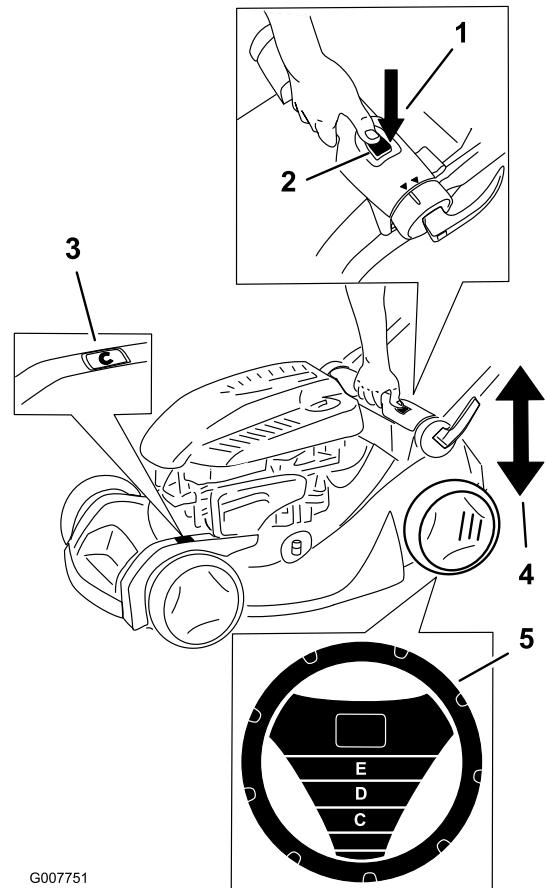

Figura 11
Nota: Il dispositivo SmartWheel® è in grado di calcolare l'altezza di taglio adeguata per falciare non più di un terzo del filo d'erba (Figura 11).
2. Portate il tosaerba sul manto erboso; fermatelo quando il dispositivo SmartWheel raggiunge la posizione verticale (Figura 11).
4. Premete il pulsante di regolazione dell'altezza di taglio e agite sulla manopola di regolazione per alzare o abbassare l'altezza di taglio (Figura 11).
5. Sollevate o abbassate la maniglia ed utilizzate la scala dell'altezza di taglio per regolare il tosaerba all'altezza di taglio desiderata (Figura 11).